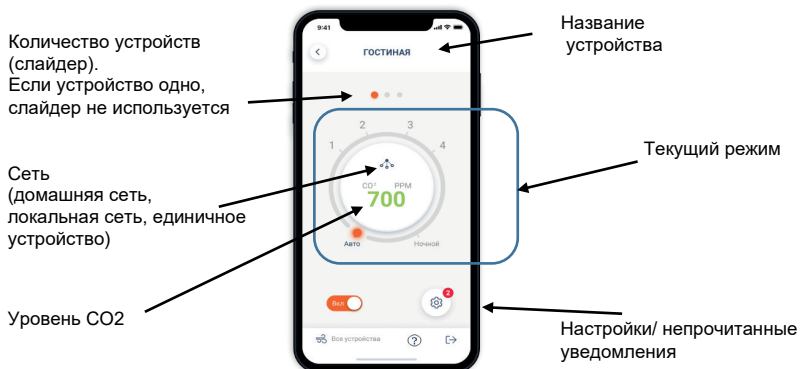

Рисунок 18 – Страница управления
- выбрать и нажать на одно устройство из списка. После этого пользователь перенаправляется на страницу управления этим устройством (рисунок 18).